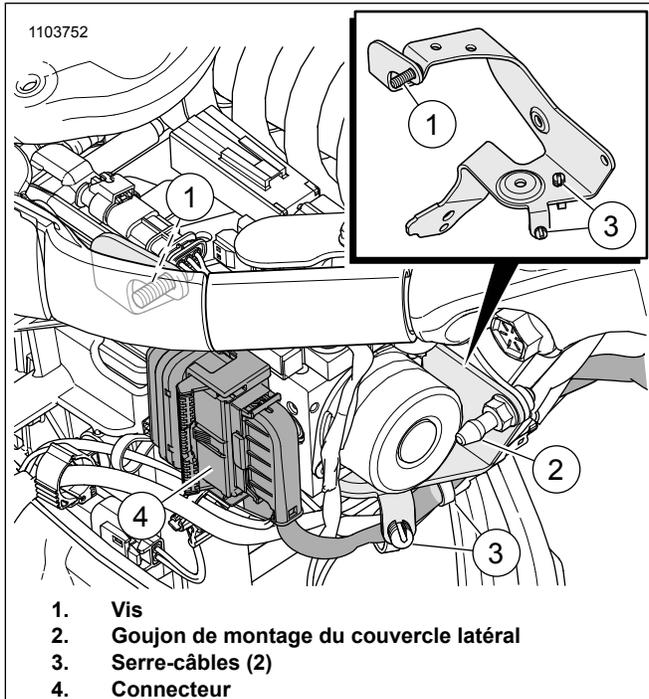

Figure 5. Module ABS
- c. Poser le module ABS (3) avec le support.
- d. Voir la figure 5. Installer la vis (1). Serrer.